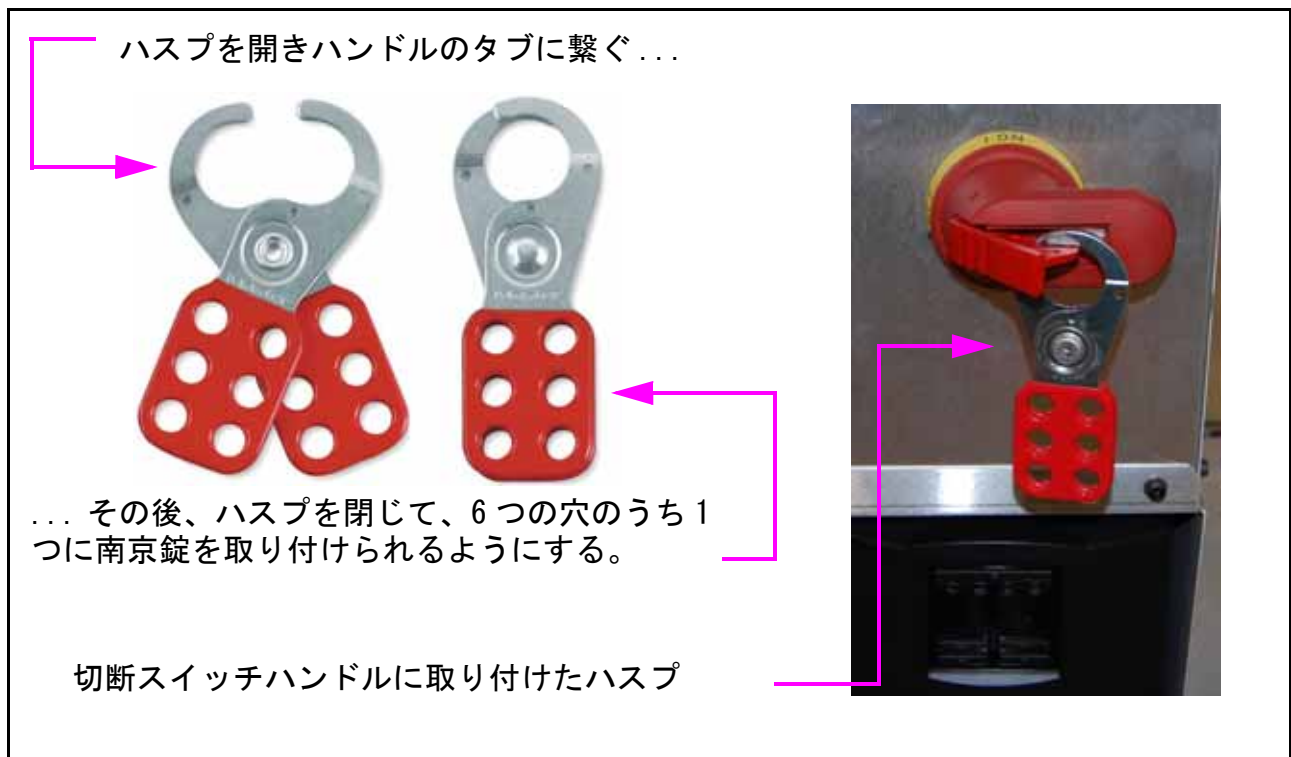

図 2-14: ハスプ詳細図
8. 主電源切断スイッチのハンドルのタブを引き出し、ハスプをタブに通します（図 2-14参照）。